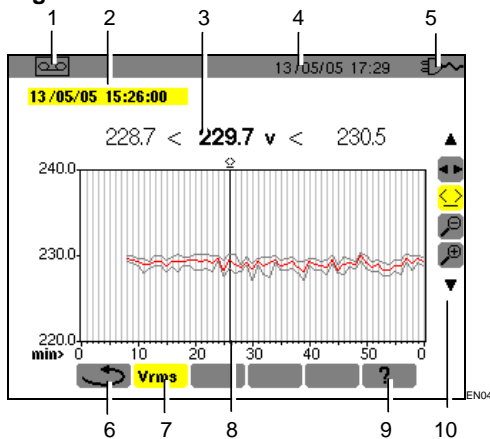

Figura 52: ejemplo de pantalla de registro de medida.
7.	Registros de medida disponibles en forma de curvas (Figura 52).